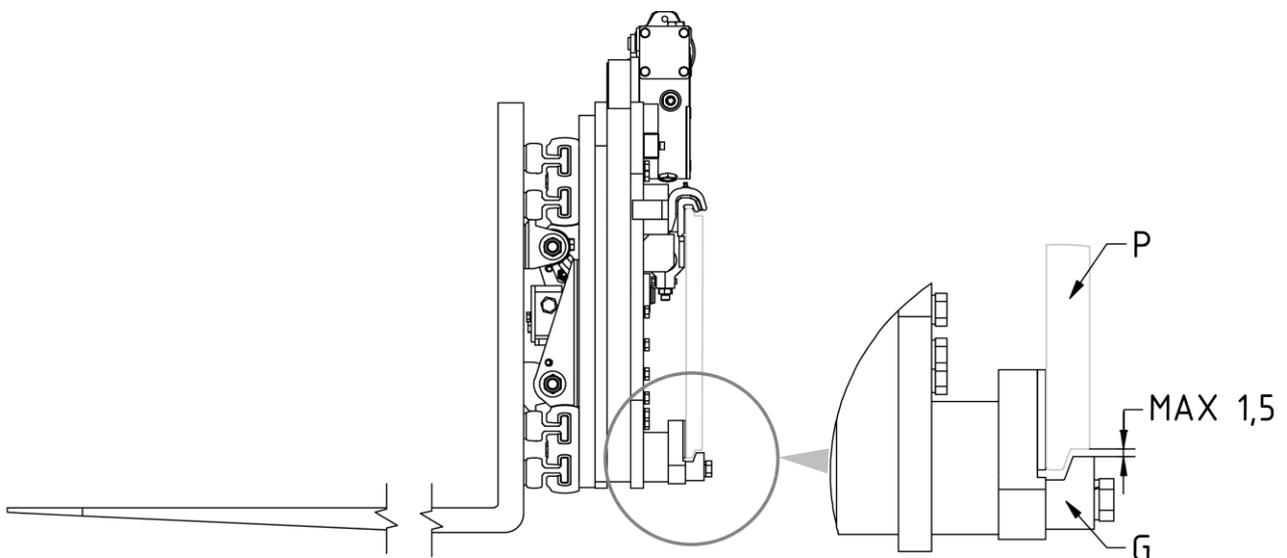

Figura 9
8. Riavvitare i 2 ganci inferiori **G** in modo che il corpo di questi rimanga agganciato anche inferiormente alla piastra porta forche **P** (con gioco max. 1,5mm, vedi dettaglio *Figura 9*), serrando con coppia di serraggio indicata nella *Tabella 4*.